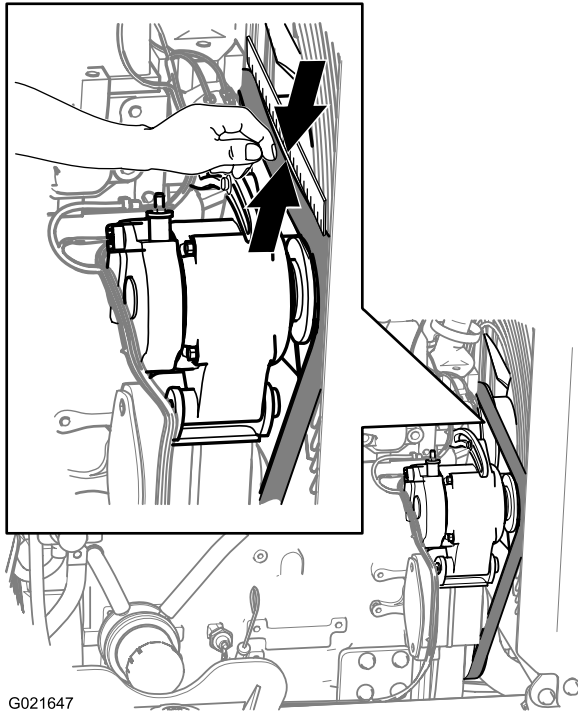

Figura 147
- Inspeccione a correia quanto a cortes, rachaduras, fios soltos, graxa, óleo, torção ou sinais de desgaste anormal (Figura 147).
3. Posicione uma régua sobre a correia, entre as polias, como mostra a Figura 147.
4. Pressione a correia para baixo no ponto intermediário entre a polia do ventilador e a polia do alternador, como mostrado na Figura 147.